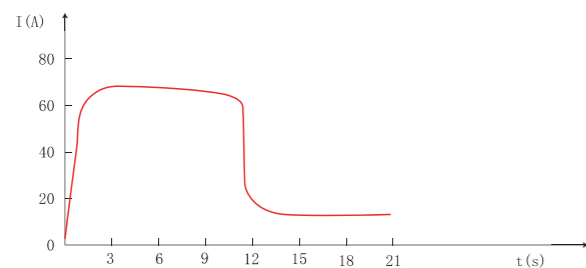

图1
■ 图1所示为北京某公司排风机电动机采用ZYQT自动电液变阻起动调速控制装置起动曲线。最大起动电流约为76A。（电动机主要参数： $P_e=900\text{kW}$ ， $U_{1e}=10\text{kV}$ ， $I_{1e}=67\text{A}$ ， $U_{2e}=2683\text{V}$ ， $I_{2e}=499.5\text{A}$ ）。